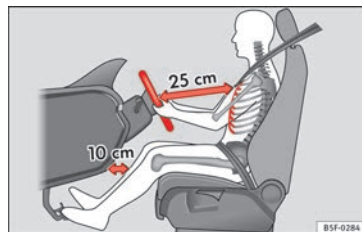

Fig. 72 Distancia correcta entre el conductor y el volante.
- Ajuste el volante de modo que quede una distancia mínima de 25 cm entre el volante y el tórax » fig. 72.
• Coloque el asiento del conductor de forma que quede una distancia mínima de 25 cm entre el tórax y el centro del volante » fig. 72. Si la distancia es inferior a los 25 cm, el sistema de airbags no puede protegerle correctamente.